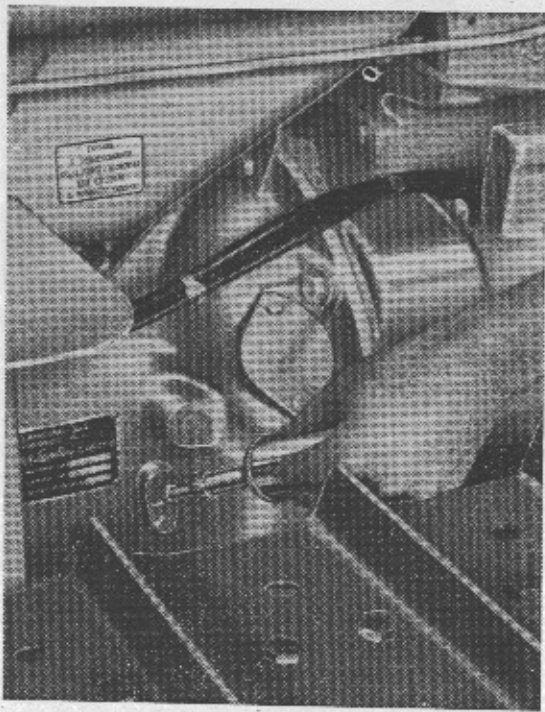

Fig. 39
- 1) **Collare disinnesto frizione motore:** Iniettare grasso (fig. 39) (N. 1 ingrassatore).